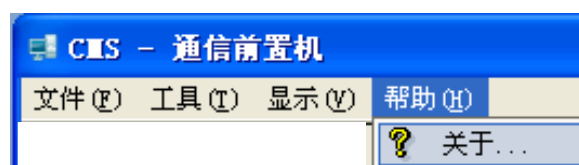

图 3.2-4 “帮助 (H)” 菜单及子菜单
“帮助 (H)” 菜单如图 3.2-4 所示，单击“关于...”可获悉软件